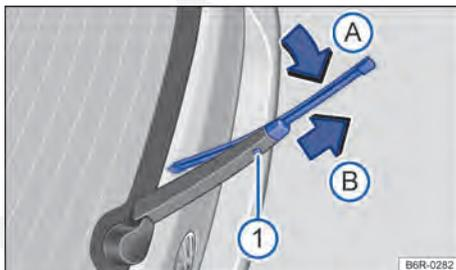

Fig. 181 Substituir a palheta do limpador do vidro traseiro.
- Manter pressionado a o botão de destravamento ⇒ Fig. 181 ①.
- Incliná-la palheta do limpador do vidro no sentido do braço do limpador do vidro ⇒ Fig. 181 (seta ①) e ao mesmo tempo retirar no sentido da seta ②. Para isto, poderá ser necessário um esforço maior.
- Introduzir a nova palheta do limpador do vidro traseiro **de mesmo tamanho e versão** no braço do limpador do vidro traseiro no sentido contrário da seta ②, até que ela se encaixe. Aqui a palheta deverá estar em posição dobrada (seta ①).